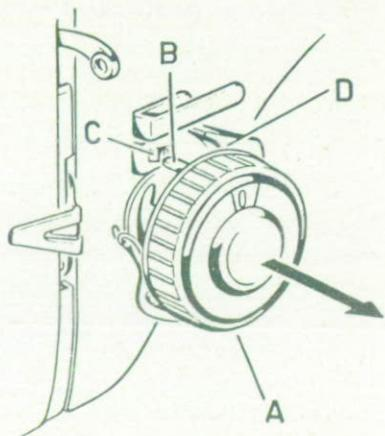

Fig. 31
- Place button « A » (Fig. 31) on 0.